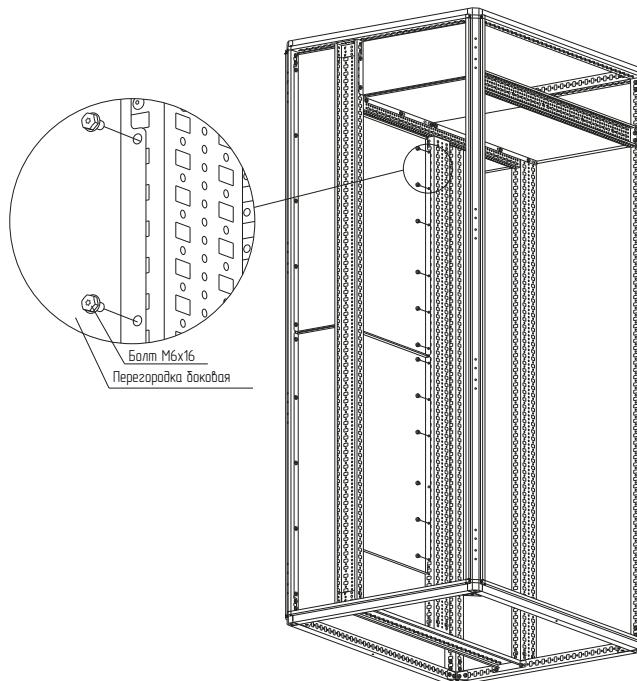

Рисунок 1
4.1.2 Закрепить перегородки боковые для распределительных шин на нужной высоте на стойках каркаса болтами самонарезающими M6×16 (рисунок 1). Момент затяжки – 7 Н·м. Болты приобрести отдельно.